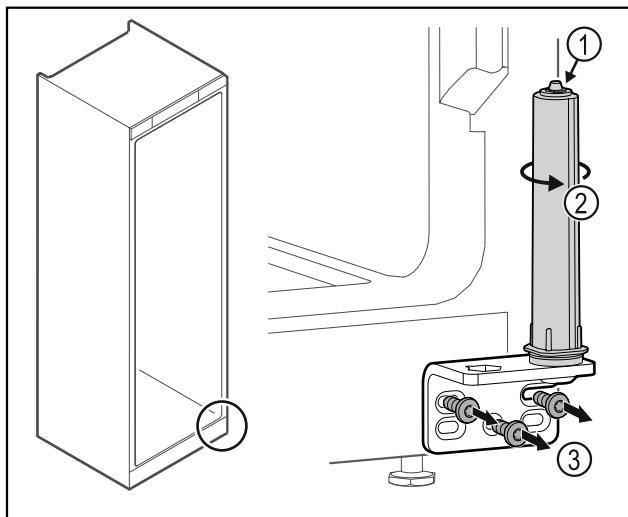

Fig. 18
▶ Ne rastavljajte sustav zatvaranja vrata Fig. 18 (1).
- ▶ Okrećite sustav zatvaranja Fig. 18 (2) dok ne klikne.
- ▶ Odvrnite kutne šarke Fig. 18 (3).